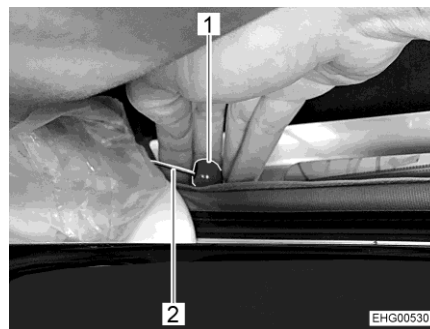

Fig. 55 Desbloqueo de emergencia
- Tirar del botón rojo (Fig. 55,1) del cables de accionamiento (Fig. 55,2) en ambos lados.